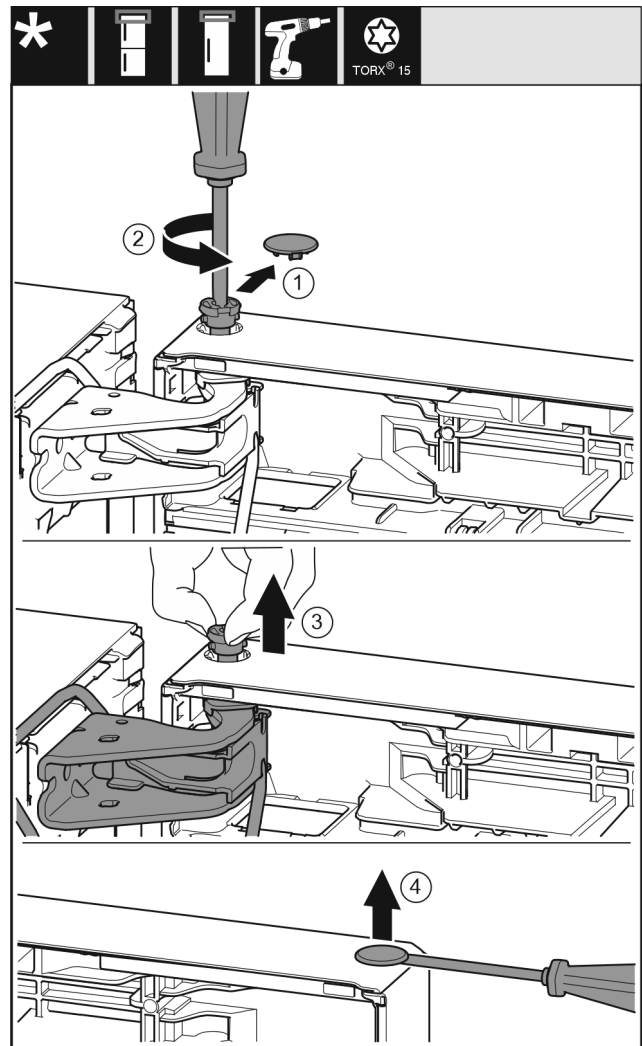

Fig. 20
- Sicherheitsabdeckung vorsichtig abziehen. *Fig. 20 (1)*
- Bolzen mit Schraubendreher T15 ein Stück herausdrehen. *Fig. 20 (2)*
- Tür festhalten und Bolzen mit den Fingern herausziehen. *Fig. 20 (3)*
- Stopfen aus der Türagerbuchse vorsichtig mit einem Schlitzschraubendreher anheben und herausziehen. *Fig. 20 (4)*